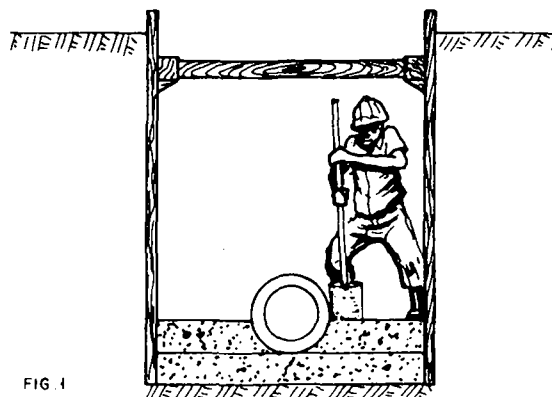

FIG. 1
1.º Passo — Faça uma camada com terra peneirada e soque com cuidado (fig. 1).
A maneira correta de se aterrar a vala é em camadas, isto é, faz-se uma camada, e soca-se bastante. As primeiras camadas devem ser de 10 cm, até atingir 15 cm, acima do tubo. A partir de 15 cm acima do tubo as camadas passam a ser de 20 cm. (fig. 1).